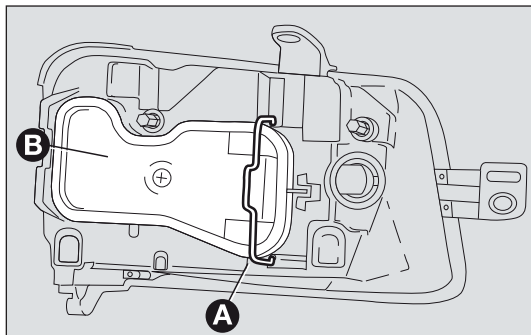

fig. 141
- ☐ sganciare la molletta di fissaggio A-fig. 141 ed asportare il coperchio B;